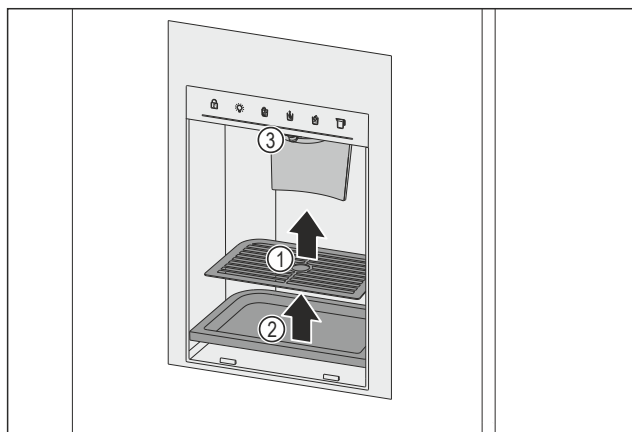

Fig. 165 Estrazione griglia antigoccia e vaschetta raccogli-gocce
- Rimuovere la griglia antigoccia Fig. 165 (1).
- Rimuovere la vaschetta raccogli-gocce Fig. 165 (2).
- Pulire lo scarico Fig. 165 (3) e l'area circostante utilizzando un panno morbido e pulito, acqua tiepida e del detergente.